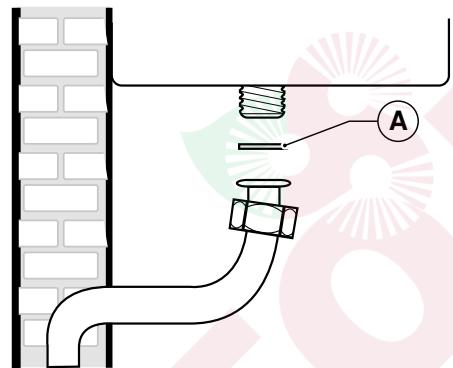

Рис. 21 Подключение к газовой сети
**ОБЯЗАТЕЛЬНО**, при подключении котла к линии подачи ГАЗА использовать накидную гайку (A) с применением прокладки в стыковой полости (смотри Рис. 21 Подключение к газовой сети).